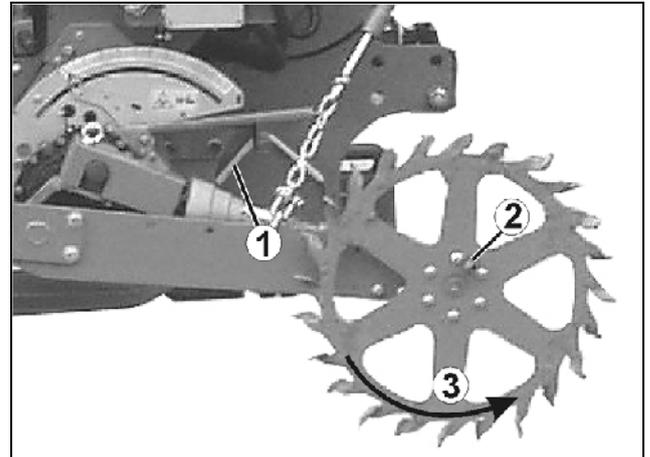

Fig. 83
- Saisissez la manivelle d'étalonnage (Fig. 83/1).
- Insérez l'épaulement 4 pans de la manivelle (Fig. 83/2) dans la roue d'appui (Fig. 83/3).
Tournez la roue d'appui vers la **gauche** (Fig. 83)!
- replacez la manivelle d'étalonnage (Fig. 83/1) dans son support